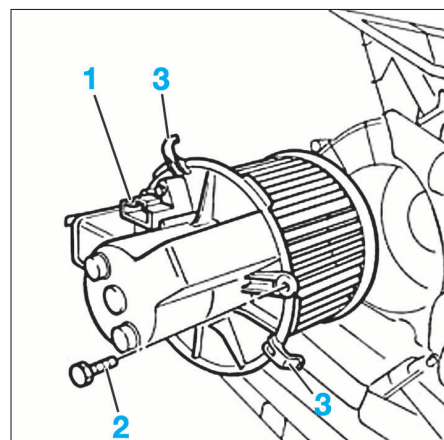

FIG. 7
- Sous la planche de bord, du côté conducteur, débrancher le connecteur d'alimentation (1) (Fig.7).
- Déposer la vis de fixation (2), puis décliper l'ensemble en (3) en tournant dans le sens horaire.